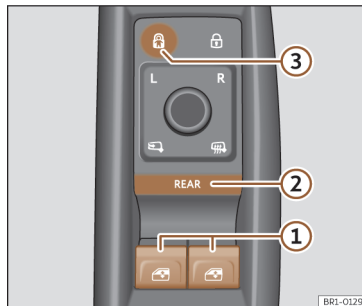

Abb. 81 Ausschnitt der Fahrertür: Schalter für die Fenster.
- ① Tasten der elektrischen Fensterheber.
- ② Taster **REAR** zur Aktivierung der Bedienung der elektrischen Fensterheber hinten sowie für Komfortöffnen/Komfortschließen.
- ③ Taster zur Deaktivierung der Tasten der elektrischen Fensterheber an den hinteren Türen und zur Aktivierung der elektrischen Kindersicherung an den Hintertüren.
Standardmäßig können die elektrischen Fensterheber der Vordertüren über die Tasten >>> (Abb. 81) ① bedient werden.
>>> (Abb. 81) ②, um die Bedienung der elektrischen Fensterheber der **Hintertüren** zu aktivieren. Wenn die Bedienung der elektrischen Fensterheber der Hintertüren aktiviert ist, leuchtet die Tasterleuchte auf. Drücken Sie wieder kurz auf den Taster **REAR**, um die Bedienung der elektrischen Fensterheber der Vordertüren zu aktivieren.
Betätigen Sie den Taster >>> (Abb. 81) ③ zum Deaktivieren der Tasten der elektrischen Fensterheber an den Hintertüren. Wenn diese Tasten deaktiviert sind, erlischt die Tasterleuchte.